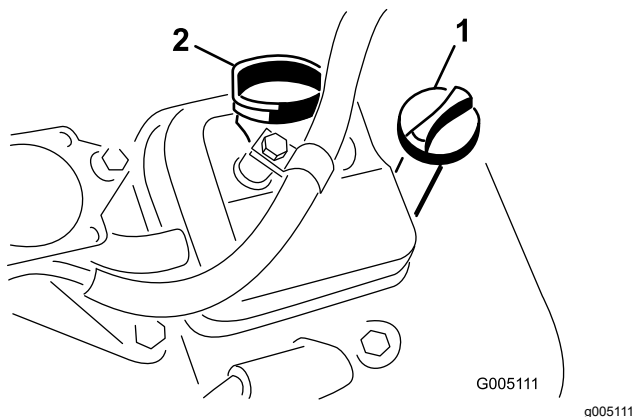

図 33
3. 補給口にディップスティックを差し込んでねじ部を最後まで締めこむ 図 33。